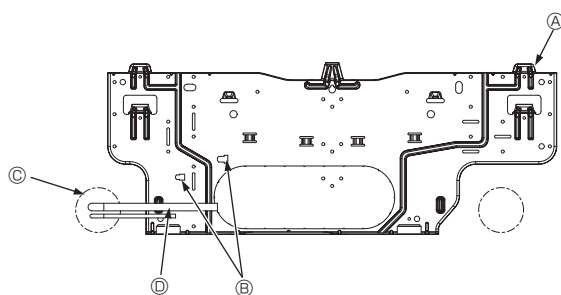

Fig. 3-5
- ④ Min. 119 mm, 4-11/16 in. (669 mm, 26-11/32 in. minimum avec installation d'une pompe de vidange en option)
- ⑤ Min. 224 mm, 8-13/16 in.
- ⑥ Min. 75 mm, 2-15/16 in. (Utiliser le crochet positionné sur la partie inférieure du panneau de montage si la dimension est inférieure à 100 mm, 3-15/16 in., avec tuyauterie gauche, arrière gauche ou inférieure gauche et installation d'une pompe de vidange en option. Reportez-vous à la section 3.5. pour plus de détails.)
- ⑦ Vis de fixation (4 × 25) ②
- ⑧ Niveau
- ⑨ Plaque d'installation ①
3.3. Lors de l'insertion des tuyaux dans le mur (Fig. 3-5)
- ① Plaque d'installation
- ② Marquage de référence des raccords évasés
- ③ Orifice passant
- ④ Tuyauterie sur site